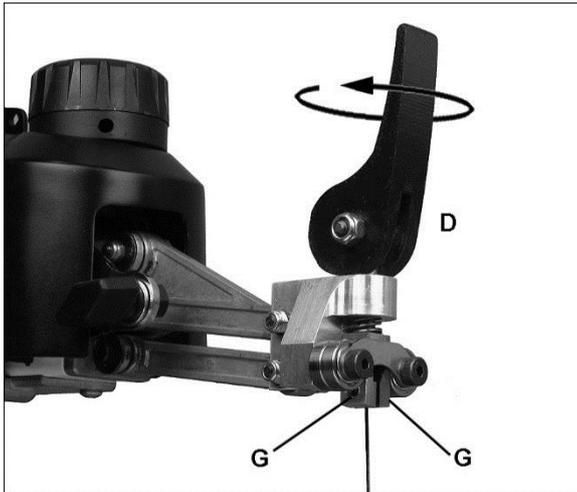

Abb. 16
- Die Sägeblattspannung kann durch Drehen des Hebels (D, Abb. 16) um eine Umdrehung im Uhrzeigersinn erhöht werden.
- Die Einstellschrauben (G) mit einem 3-mm-Sechskantschlüssel im Uhrzeigersinn drehen, um den Spalt zwischen den Spannflächen zu verringern.
Zunächst prüfen, ob die Einstellschrauben (G, Abb. 16) gleich weit in den Spannbereich ragen. Bei Bedarf einstellen.